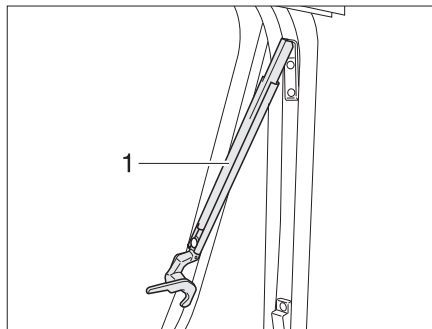

Fig. 70 Ventana abatible con soportes automáticos, abierta
- Abrir la ventana abatible hasta la posición de enclavamiento deseada. El soporte automático (Fig. 70,1) engatilla automáticamente.